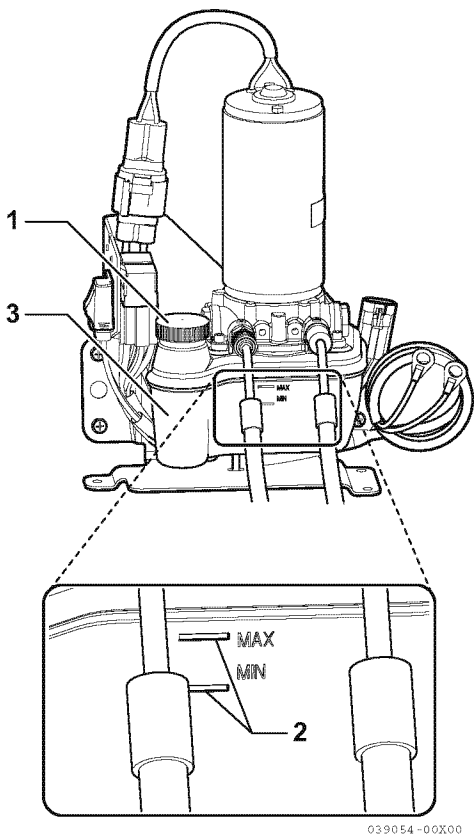

Figure 6
- 2. Dévissez et retirez l'ensemble bouchon de remplissage (1, Figure 6) du réservoir (3, Figure 6) avec le fluide spécifié.
- 3. Ajoutez de l'huile jusqu'à ce que le niveau d'huile se trouve entre les repères MIN et MAX du réservoir (2, Figure 6).